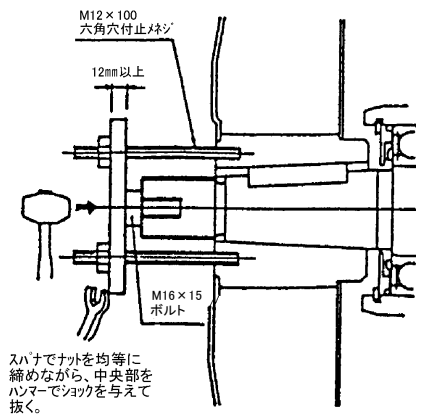

図 9-7
9.3.7 ベアリングケース(図 9-7,8,9)
右図の要領でドラムを取り外してください。(図 9-7)